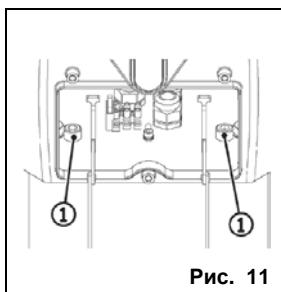

Рис. 11
- Снова открыть центральный отсек модуля и затянуть два винта (рис. 11, поз. 1).